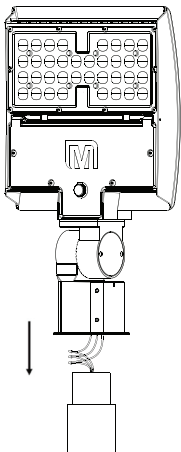

FIG. 1
1. Connectez les fils d'alimentation électrique aux fils d'entrée du luminaire (voir les Schémas de câblage ci-dessus). Posez les fils dans le poteau et insérez le raccord lisse (voir la FIG. 1).